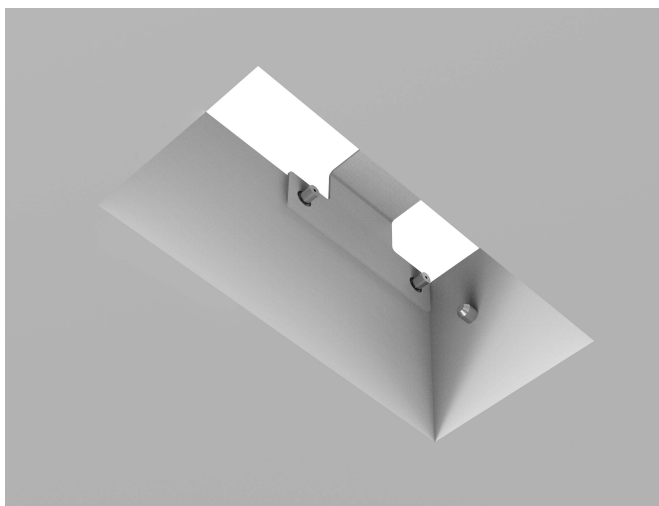

Рис.3
3. Произвести шпаклёвку и последующую зачистку поверхности, чтобы скрыть монтажное отверстие и саморезы. Рис. 3